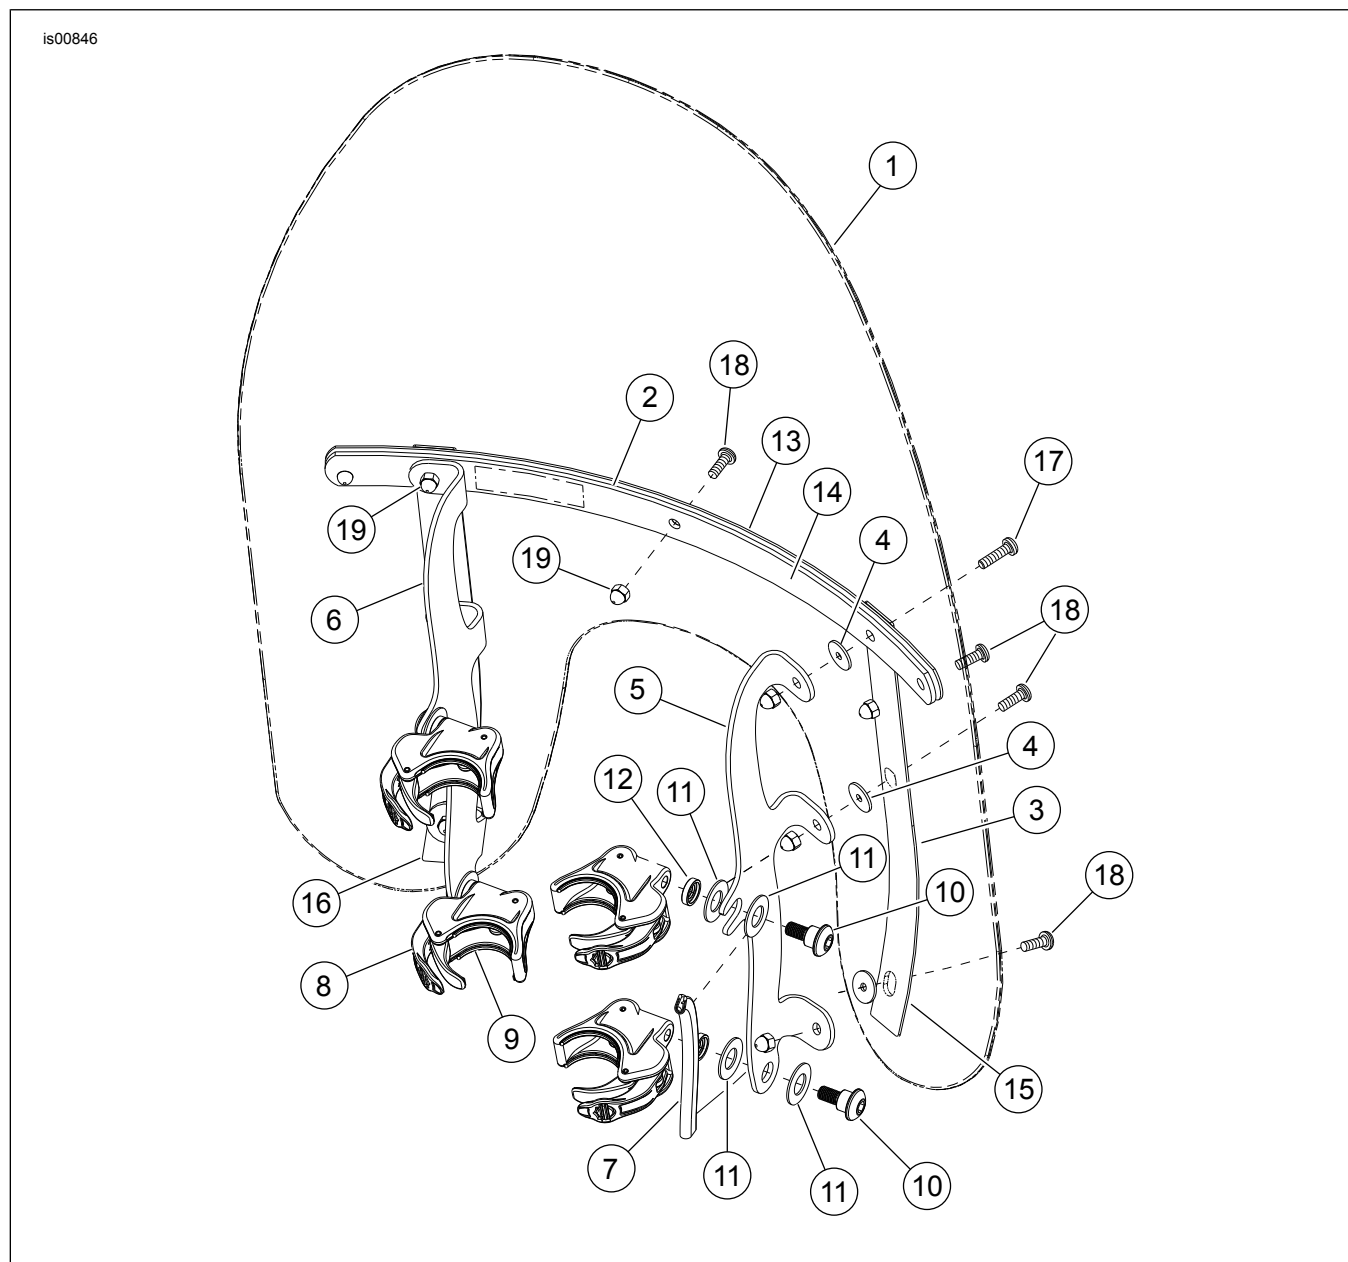

Figure 12. Pièces de rechange : Kits de pare-brise détachable
2. Consultez Figure 12. Retirer les kits de bride et de matériel de fixation de l'emballage et séparer les pièces similaires en vue de l'assemblage.
5. Consultez Figure 12 . Installer une pièce de garniture de marge de support de pare-brise (7) pour protéger contre l'abrasion des câbles de manette des gaz. La garniture doit être installée entre les brides du côté droit du support de pare-brise poussé jusqu'aux pièces d'installation de la bride supérieure. Tourner le guidon complètement vers les butées de droite et de gauche pour confirmer que les câbles de manette des gaz ne sont pas entravés.